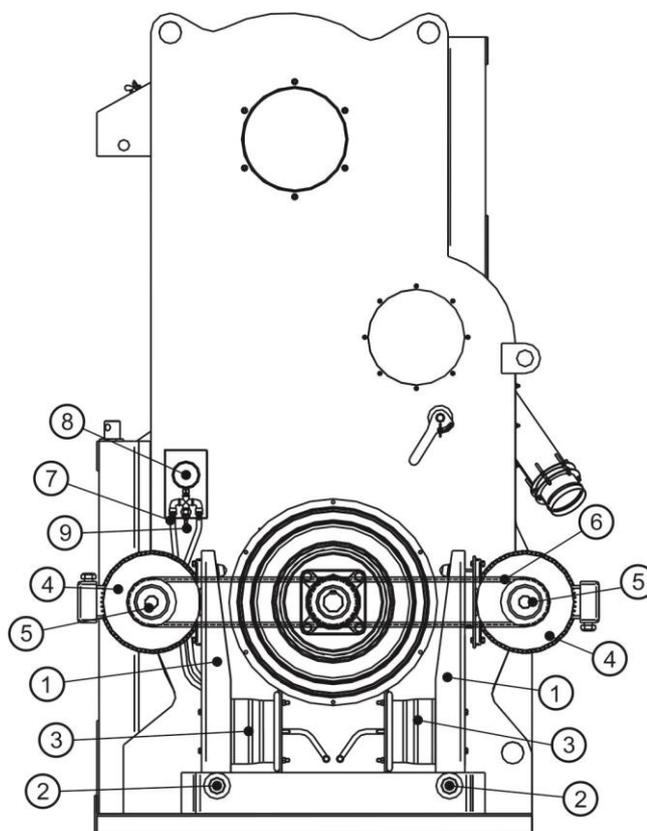

Рис. 6 Адаптивная система натяжения ремней главного привода (АСНР).
Адаптивная система натяжения ремней главного привода (АСНР) (Рис. 6) состоит из: двигательных площадок (1), установленных на осях (2), пневмоамортизаторов (3), электродвигателей (4), ведущих шкивов (5), ремней клиноременной передачи (6), воздушных шлангов (7), манометра (8) служащего для контроля давления воздуха в системе, ниппеля подкачки (9).